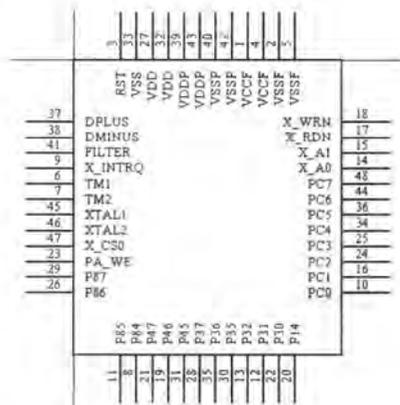

图 5-48 调整后的原理图符号
- [7] 设置完毕，根据原理图的具体绘制要求，对元器件符号的尺寸和引脚的位置进行适当调整，如图 5-48 所示。